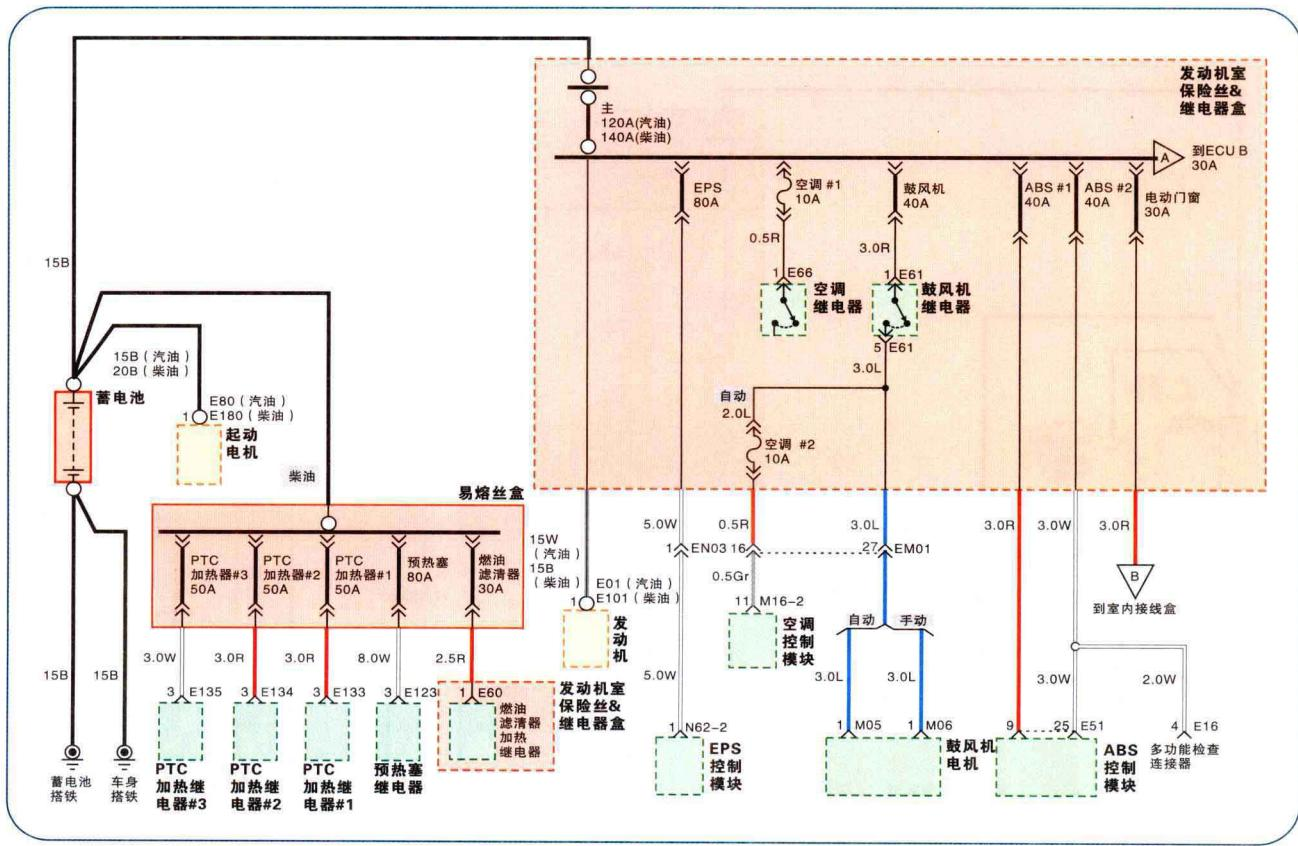

图1-1 现代电源分布节选
① 现代汽车电路原理图可清楚地反映出电气系统各部件的连接关系和电路原理，电源在图上方，搭铁点在图下方，电流方向自上而下。电路较少迂回曲折，电路图中电器串联、并联关系十分清楚，电路图易于识读。电源分布与搭铁分布如图1-1所示。